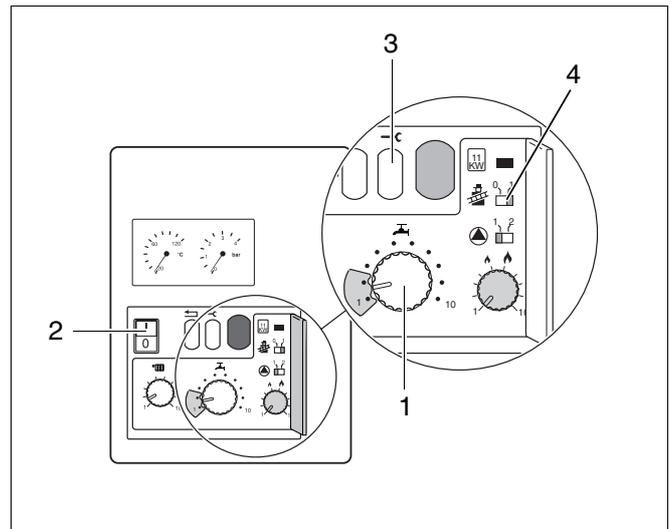

Fig. 26 Vérifier le réglage initial pour "Rapport gaz-air"
- Mettre l'interrupteur du secteur (fig. 26, pos. 2) et le commutateur ramoneur (fig. 26, pos. 4) dans la position "0".
- Si après 30 secondes, le brûleur s'est allumé, appuyer sur la touche d'entretien (fig. 26, pos. 3), jusqu'à ce que "Y" soit affiché à l'afficheur.
- Mettre sur "1" le régulateur de la température d'eau chaude sanitaire (fig. 26, pos. 1).